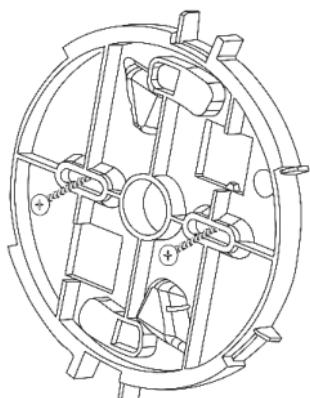

Figuur 1
2. Draai en verwijder de plastic montagebeugel van de sirene (*zie Figuur 1*).
1. Verwijder de sirene van de plastic montagebeugel (zie Figuur 1).